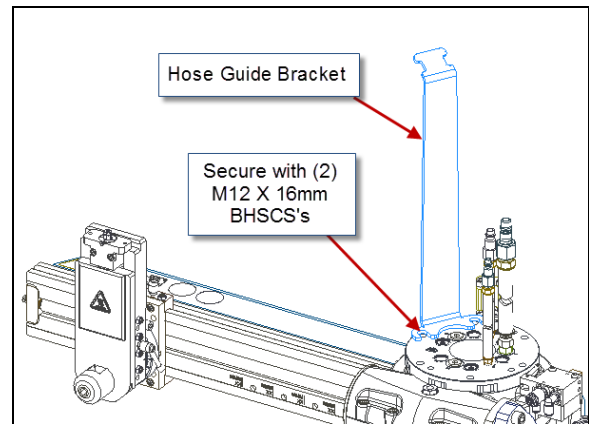

FIGURE 4-1. DÉTAILS DE L'ÉTRIER GUIDE-TUYAU
- Vérifiez que toutes les lignes, câbles et tuyaux sont correctement connectés et fixés loin de pièces mobiles. Un étrier léger est fourni dans le kit d'outils pour fixer les tuyaux comme le montre la Figure 4-1.